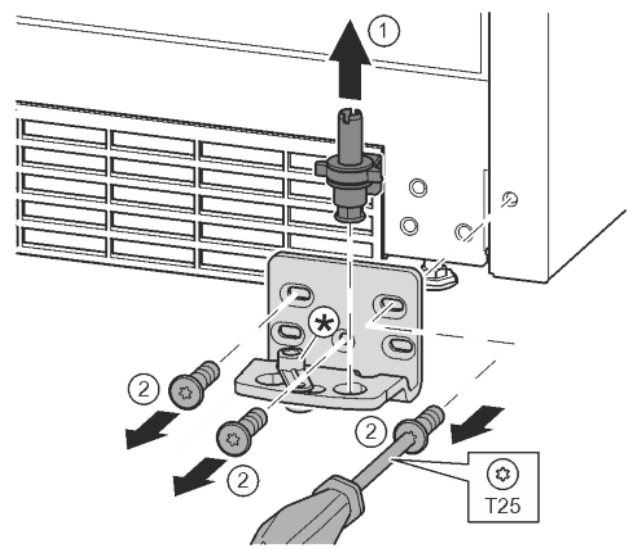

Fig. 15
- ▶ A teljes csapszeget felfelé húzza ki. *Fig. 15 (1)*
- ▶ A T25 csavarhúzóval tekerje ki a csavarokat, és vegye le az csapógybakot. *Fig. 15 (2)*